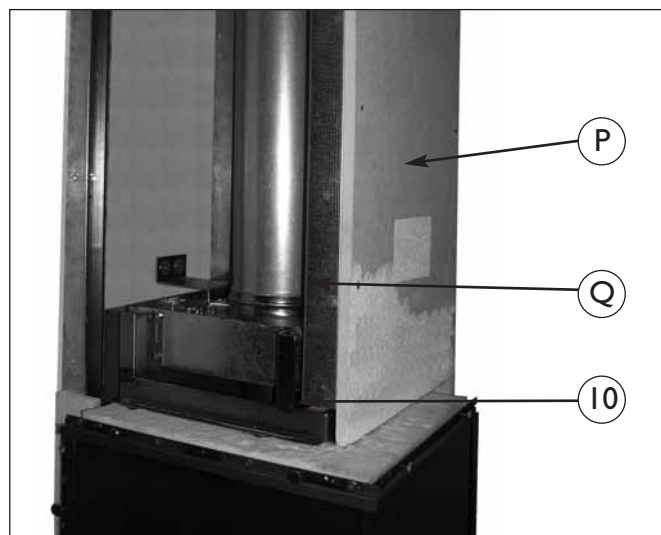

fig. 8
Si vous décidez de faire un manteau de cheminée avec des plaques (par ex. promatec (P)), vous pouvez vous servir de profilés en C (Q), comme le montre la figure 8.